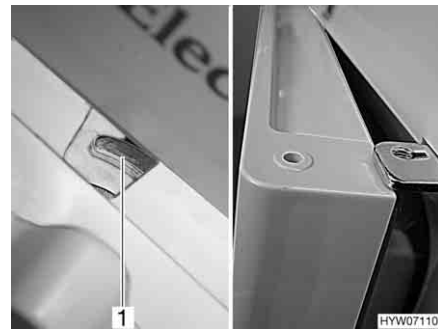

Fig. 198 Porta del frigorifero/del vano congelatore in posizione di ricircolo d'aria (serie Dometic 7 con vano congelatore separato)
- Spostare il dispositivo di bloccaggio completamente verso destra. La porta del frigorifero/porta del vano congelatore è bloccata con l'ausilio dell'arresto della porta (Fig. 198,1). In questo modo la porta del frigorifero/porta del vano congelatore rimane ferma in posizione socchiusa (Fig. 198).